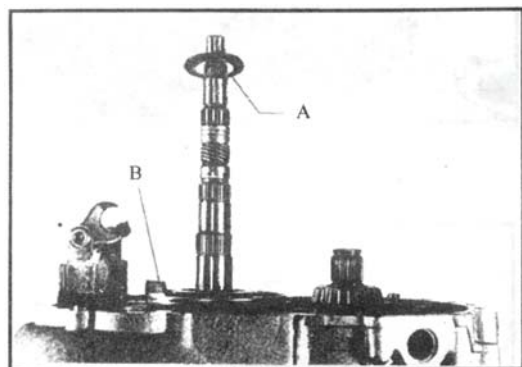

图 4-32 安装变速器（一）
(1) 装上止推垫片和滚针轴承，如图 4-32 所示。要注意止推垫片的方向，止推垫片 A 的内径与轴承座 B 贴合。安装一档和二档同步环时，要注意不要弄混，一档同步环不喷钼，有三处缺齿。